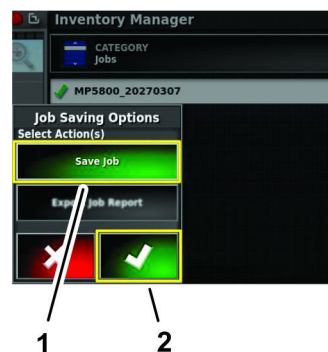

Figura 91
9. Nella finestra di dialogo Opzioni di salvataggio attività, premete l'icona Salva attività e premete l'icona Conferma (Figura 91).